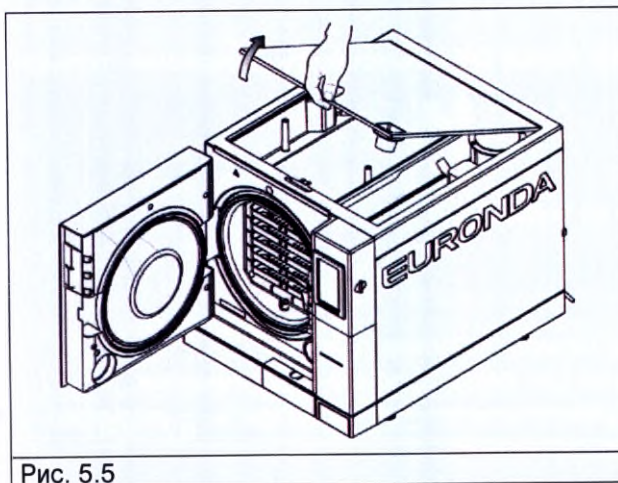
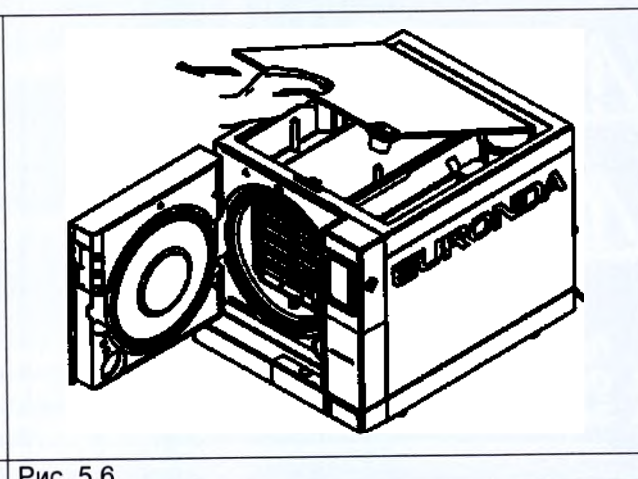

Рис. 5.5
Рис. 5.6
4. Для доступа к емкостям для воды необходимо снять крышку стерилизатора, откинув ее на 45° (см. рис. 5.5) и далее потянув ее на себя (см. рис. 5.6).